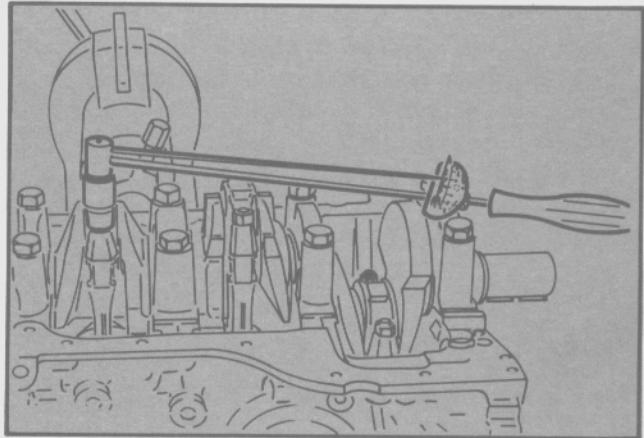

Fig. 48 - Ajuste de las tapas de bielas
- Colocar las tapas de biela y sujetarlas con las tuercas correspondientes. Ajustar las mismas con el par tiorso que se indica en la Sección Especificaciones (Fig. 48)